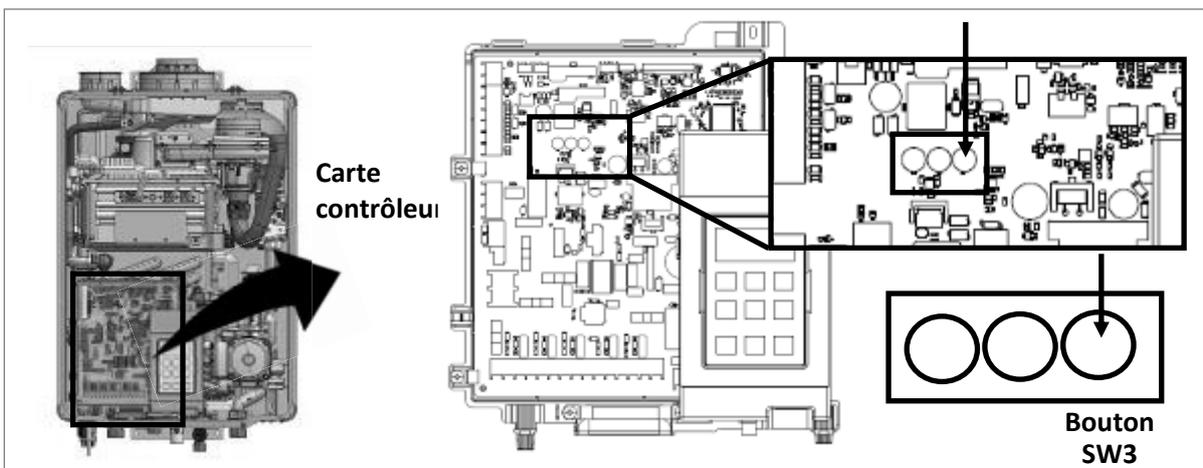
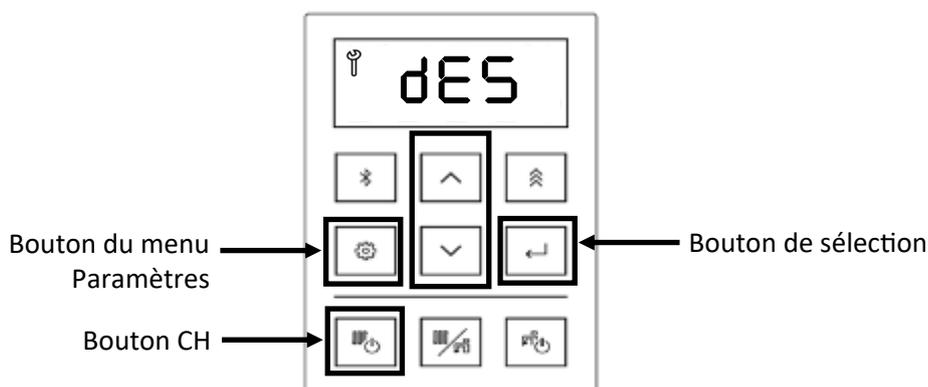

Figure 140
Figure 141
4. Appuyer sur le bouton SW3 de la carte contrôleur (figure 140).
5. Appuyer sur la touche fléchée haut ou bas du contrôleur pour sélectionner dES (détartrage) (figure 141).
6. Appuyer sur la touche de sélection pour sélectionner dES (figure 141).
7. S'assurer que les vannes et les tuyaux sont placés comme indiqué en page précédente. Ensuite, actionner la pompe et laisser le produit de nettoyage circuler dans la chaudière pendant au moins une (1) heure à un débit de 4 gallons/minute (15 litres par minute).
8. Appuyer sur la touche CH (chauffage central) pour démarrer le compte à rebours (figure 141).
Remarque : si vous devez annuler cette procédure, vous pouvez appuyer sur le bouton du menu Paramètres du contrôleur (Figure 141) ou appuyer sur le bouton SW3 de la carte PC (Figure 140).